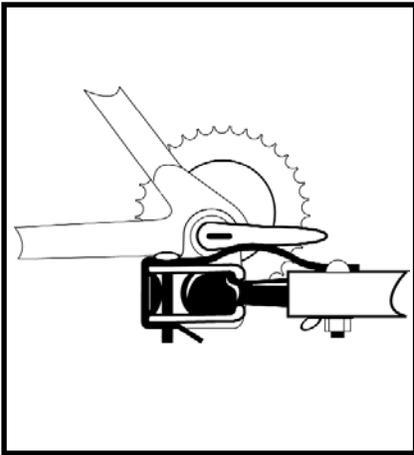

FIGURE 5
2. Mettre la goupille de sécurité à travers la pièce d'arrimage de sorte que la balle CH-5 (baguette) soit prise dans cette dernière. La goupille de sécurité doit être installée à partir du dessus de la pièce d'arrimage. Tirez la courroie en caoutchouc au-dessus de la coupelle d'attelage et au-dessus de la goupille. La courroie devrait être insérée de manière donc il ce face en avant. **FIGURE 5**